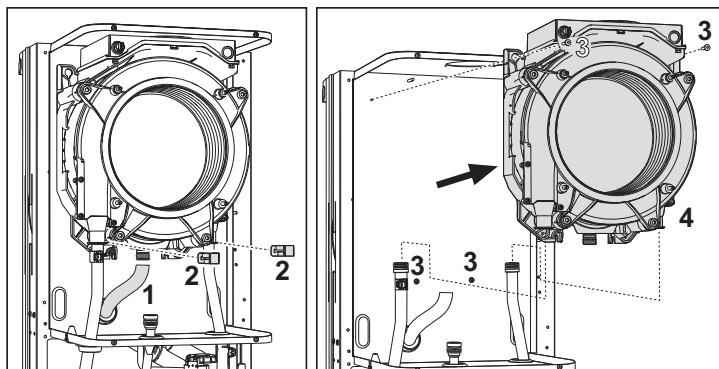

fig. 34 - Scambiatore principale
- Togliere le 2 viti **superiori** "3" di fissaggio scambiatore al telaio (fig. 34)
- Allentare le 2 viti **inferiori** "3" di fissaggio scambiatore al telaio (fig. 34)